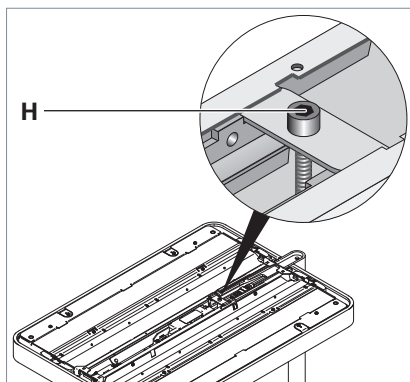

Fig. 5: Ajuster la tête du luminaire.
- Tournez la vis de réglage **H** jusqu'à ce que la tête du luminaire se trouve en position horizontale, voir Fig. 5.